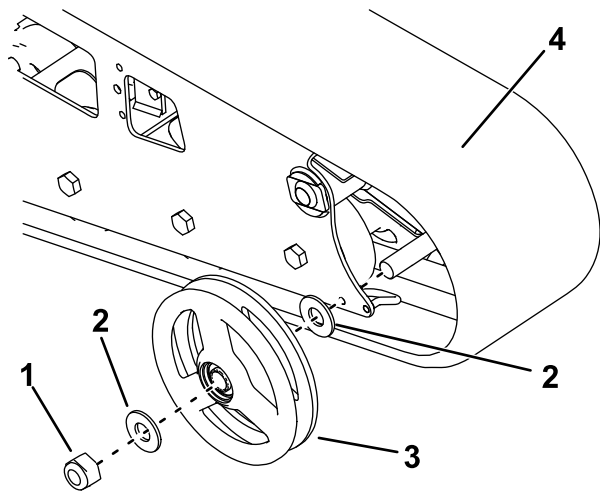

Figura 66
7. Togliete il dado di fissaggio della ruota anteriore esterna e rimuovete la ruota (Figura 66).
8. Togliete il cingolo (Figura 66).
9. Estraiete le 2 rondelle grandi dalle ruote esterne, una per lato su ciascuna ruota (Figura 66).
12. Montate il nuovo cingolo (Figura 66).
13. Montate la ruota anteriore esterna e fissatela con il dado tolto in precedenza (Figura 66).